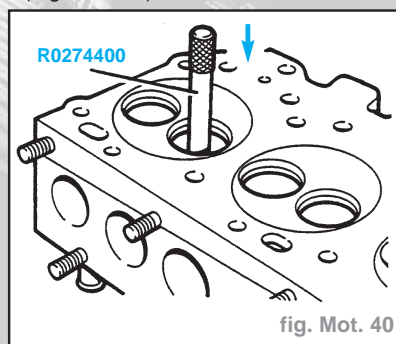

fig. Mot. 40
- A l'aide de la chasse spéciale **RO274400**, chasser les guides de soupape d'admission et d'échappement (Fig. Mot. 40).